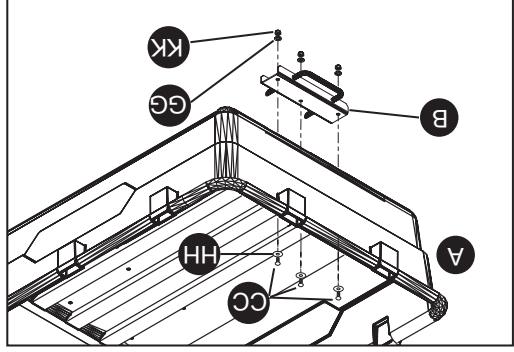

Fig. 9
7. Fije el ensamble del seguro del porta-basura (B) a la bandeja (A) con tres pernos cabeza de hongo M8 x 20 mm (CC), tres contratuercas M8 (KK), y tres arandelas M11 (HH), como se muestra en la Fig. 9. Si el ensamble del seguro del porta-basura (B) no se engancha cuando baja la bandeja del carrito (A), revise dos veces la ubicación de la estructura posterior (D) en el paso 4.